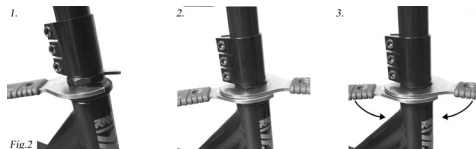

Fig.2
4. si vous disposez de clés de gouvernail, serrez les deux écrous l'un contre l'autre. Cela prolongera la durée d'utilisation jusqu'au prochain réglage (Fig. 2).